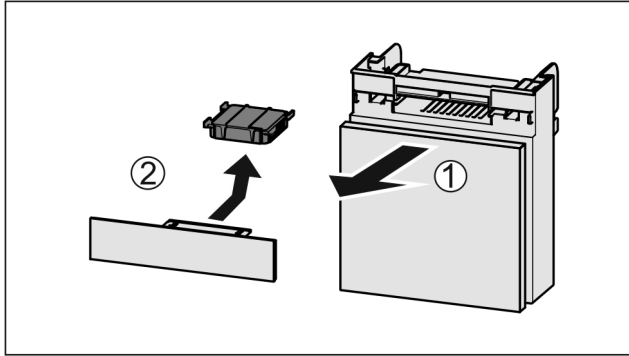

Fig. 87
- ▶ Extraire le compartiment par l'avant Fig. 87 (1).
- ▶ Sortir le filtre à charbon actif Fig. 87 (2).